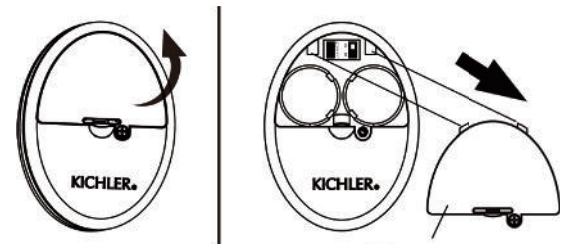

Figura 28
Paso 1. Con un destornillador, quite la tapa de la batería del control remoto y guarde el tornillo para usarlo más adelante. (Figura 28)